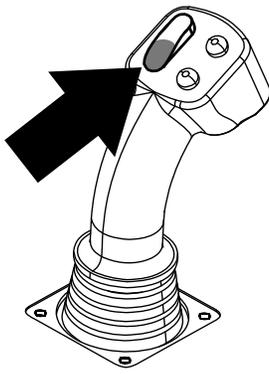
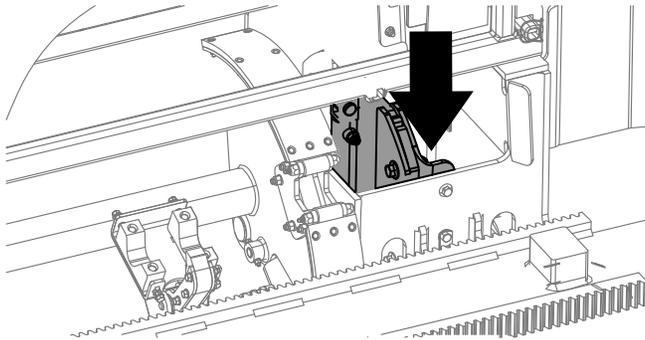

Рисунок 27
Рисунок 28
- Удерживайте нижнюю часть перекидного переключателя (Рисунок 27) в нажатом положении до тех пор, пока кулачковый механизм не повернется к выбранному ряду и подъемник не опустит трубу в отверстие (Рисунок 28).